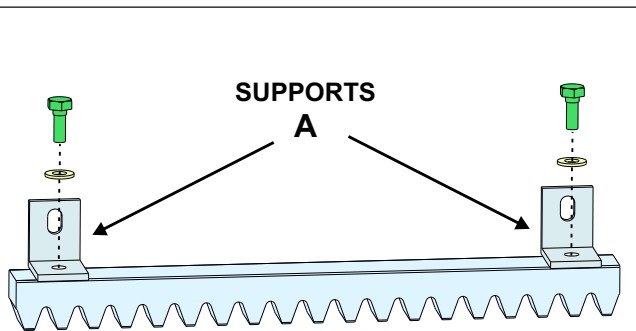

Fig. 13
- 7.2.** Fixer les deux supports métalliques «A» sur chaque élément de crémaillère à l'aide des vis fournies - Fig. 13